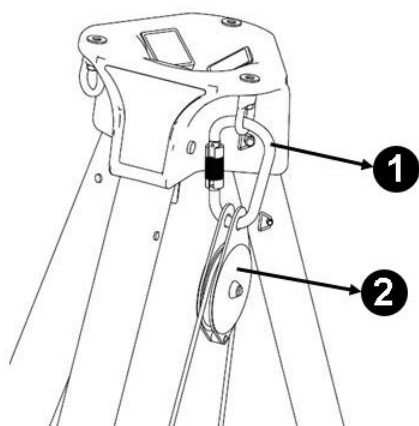

Figure 4
- Suspendre le porte-mousqueton et la poulie aux ancrages sur le côté de la tête du trépied. Voir la Figure 4. Le mousqueton de la poulie doit être suspendu vers l'intérieur du trépied.